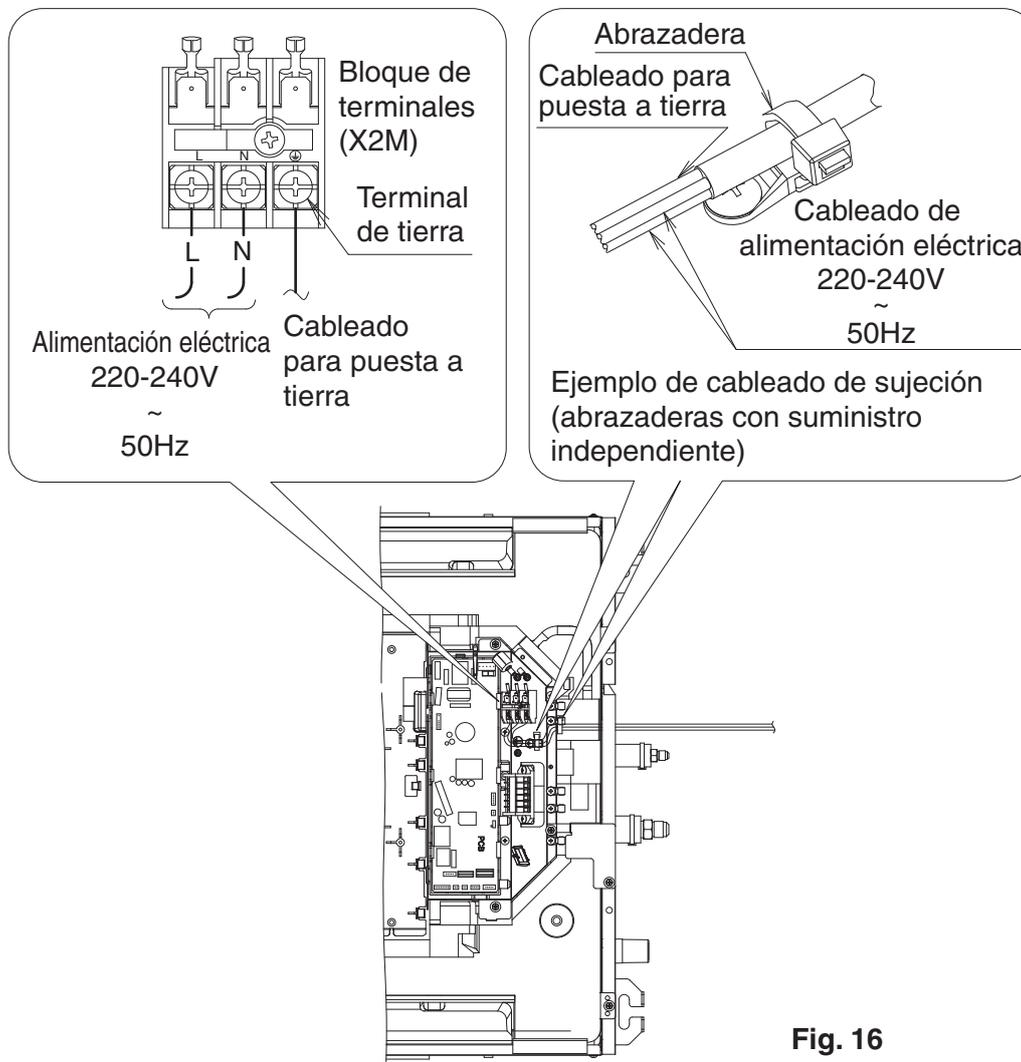

Fig. 16
Conecte el cable de derivación a tierra al terminal a tierra. **(Refiérase a la Fig. 16)**
- Fije firmemente el cableado de la fuente de alimentación para evitar la conexión del cableado de conseguir la tensión. **(Por ejemplo, Fig. 16)**